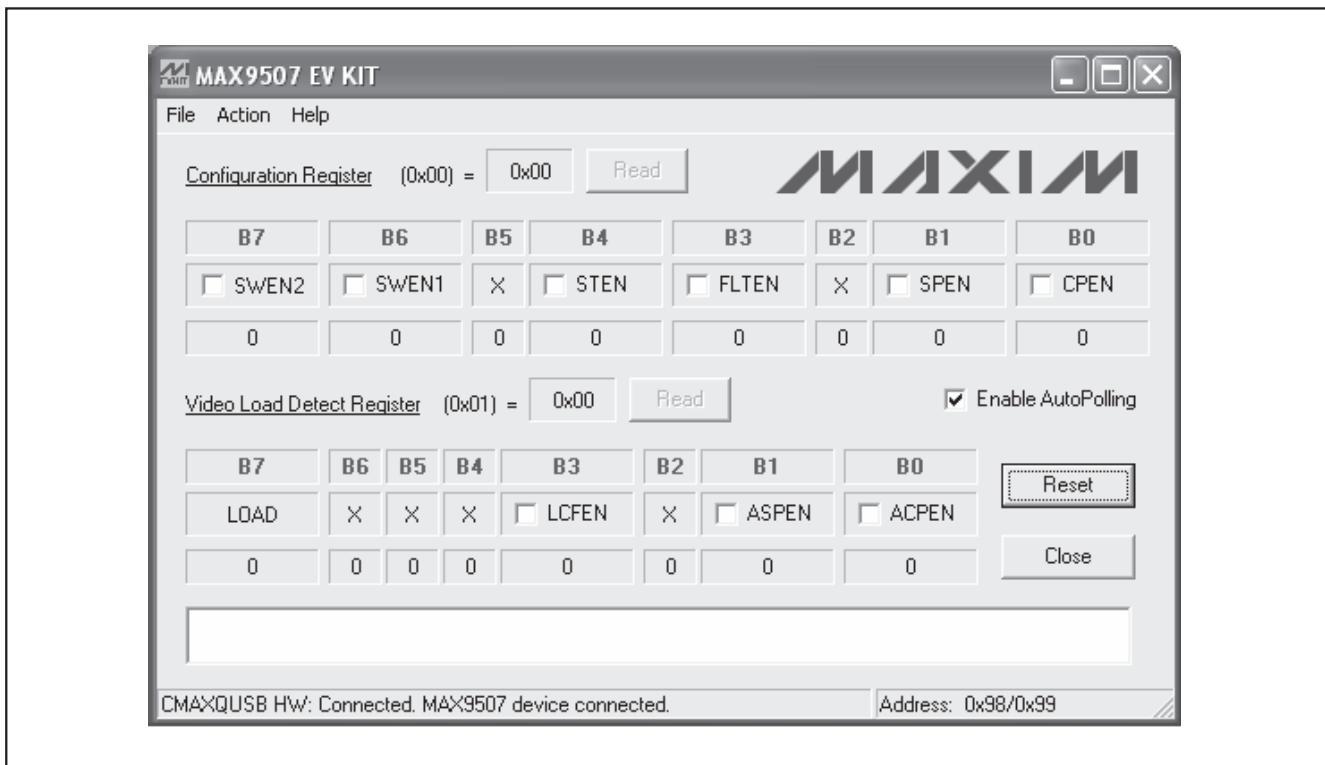

図1. MAX9507のEVキットソフトウェアのメインウィンドウ
- 12) デバイスが正常動作していることは、図1にあるようMAX9507のEVキットウィンドウの左下側に、**CMAXQUSB HW: Connected. MAX9507 device connected** (CMAXQUSB HW: 接続されました。MAX9507デバイスが接続されました)が表示されたときに確認されます。
プログラムのメインウィンドウ(図1)では、MAX9507の各種機能を制御するチェックボックスをトグルするためにマウスを使用します。MAX9507のEVキットソフトウェアによって、ソフトウェア設定可能な各機能の制御が可能になります。これらの機能は、スイッチ、シンクチップクランプ、フィルタ、信号経路、チャージポンプ、負荷変化フラグイネーブル、自動信号経路イネーブル、および自動チャージポンプイネーブルです。制御を変更すると、MAX9507の設定レジスタとビデオ負荷検出レジスタを更新する書き込み動作が発生します。8ビットコマンドレジスタへのすべての変更は、画面のB7~B0ラベルの下に反映されます。レジスタの内容も読み取られ、16進形式で表示されます。
MAX9507との通信には、2つの方法があります。1つは、通常のユーザインターフェースパネル(図1)を使用する方法で、もう1つは、**Action**(アクション)プルダウンメニューから**Interface Diagnostic Window**(インターフェース診断ウィンドウ)項目を選択することによって利用可能なSMBusコマンドを使用する方法です。**Maxim Command Module Interface**(マキシムコマンドモジュールインターフェース)ウインドウがポップアップし、**2-wire interface**(2線式インターフェース)タブが表示され、ここで、**SMBusSendByte()**および**SMBusQuick()**コマンドを実行することができます。